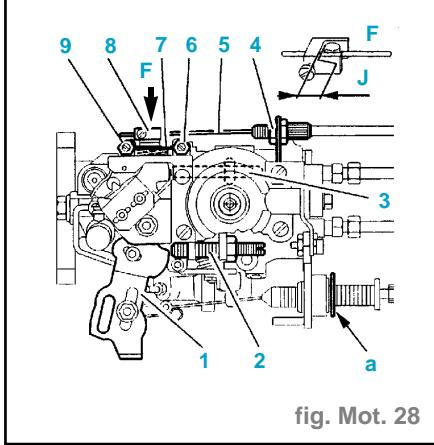

fig. Mot. 28
- **Réglage du ralenti** (fig. Mot. 28)
- Desserrer la vis (3) de quelques tours, jusqu'à suppression du contact avec le levier (1).
- Régler le régime de ralenti en agissant sur la vis de réglage du ralenti (6).
## • Réglage de l'anticalage (fig. Mot. 28)
## • Réglage du ralenti accélérée (fig. Mot. 28)
- Amener le levier (7) en contact avec la vis (9).
- Agir sur la vis (9) pour obtenir le régime de ralenti accélérée.
- Desserrer le contre-écrou (4) (fig. Mot. 28).
### Moteur froid (fig. Mot. 28)
### Moteur chaud (fig. Mot. 28).